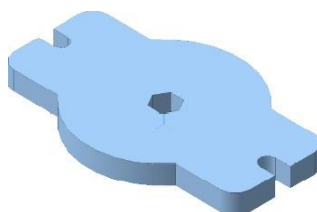

Рис. 2.
**Задание 2.** Выполнить пространственную модель детали (рис. 2), чертеж которой был создан в задании 1 (толщина пластины 20 мм).